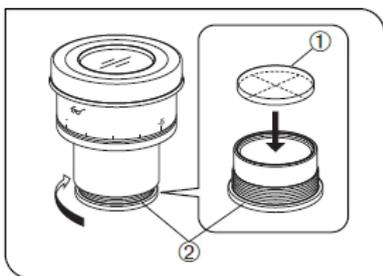

图 15
#### 4 安装目镜测微尺 (图 15)
按照图 15 所示，按箭头方向转动已安装的测微尺框架②，将其从目镜上卸下，并将一个测微尺①放入框架中，使带刻字的表面朝下。